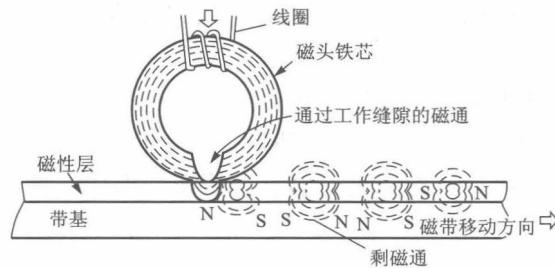

图 1-2 磁性记录原理
录音机、录像机的磁性记录都有三个基本要素，即磁头，磁带和磁头与磁带之间的相对运动。磁头是实现电—磁的转换器件，磁带是储存图像和声音信息的载体，通过磁头和磁带作相对运动，实现信号的记录和重放。图 1-2 为磁性记录原理图。
① 记录过程。如图 1-2 所示，当信号电流通过磁头线圈时，铁芯中就感应出相应的磁通。由于磁头缝隙处的磁阻大，此处的磁力线不能完全从铁芯的一端渡越到另一端，有一部分磁力线外溢，在缝隙周围产生漏磁场。当磁头缝隙与磁带磁性层接触时，因磁性层呈低磁阻，磁性层将磁头缝隙的磁力线旁路，磁力线经过磁性层构成闭合磁路，使与磁头缝隙相接触的磁性层磁化。如果磁带以一定的速度相对于磁头移动，则被磁化的磁性层离开磁头缝隙后，就留下与磁头内磁通相对应的剩磁。把电信号的信息记录在磁带上。